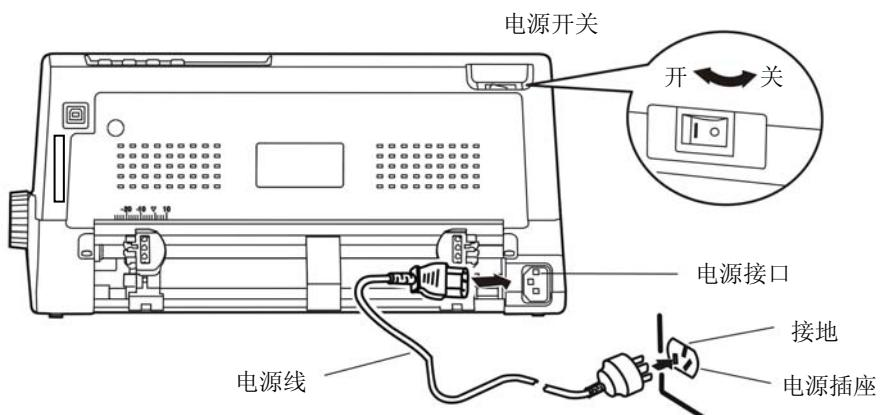

图 2-11 连接电源线
1. 如图 2-11 所示, 确保打印机为关机状态 (当开关被按下的一侧在 “O” 标注处时为关机状态)。